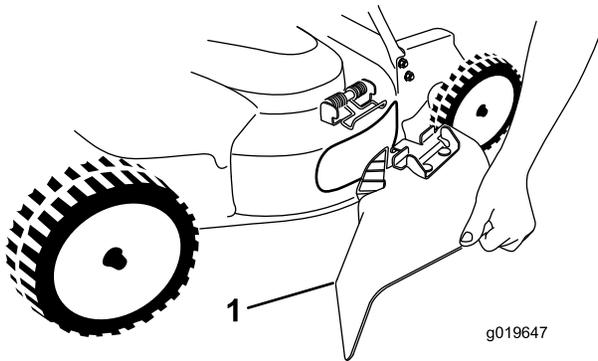

Figura 25
5. Para instalar el conducto de descarga lateral (Figura 25), tire hacia arriba del muelle, coloque el conducto sobre la abertura, y baje el muelle sobre las pestañas de la parte superior del conducto de descarga.